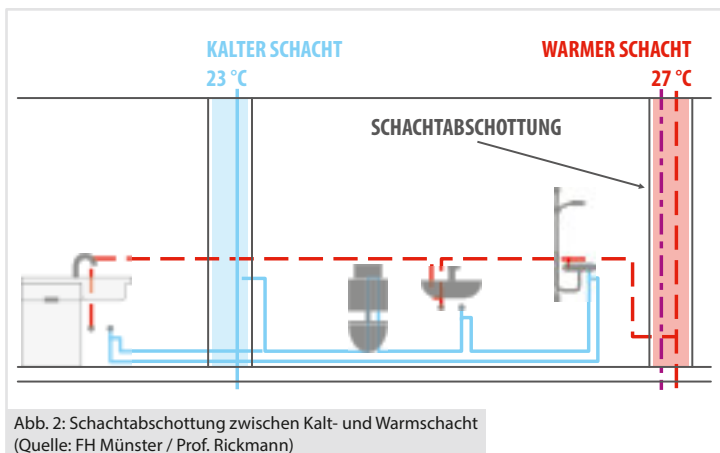

Abb. 2: Schachtabstimmung zwischen Kalt- und Warmschacht (Quelle: FH Münster / Prof. Rickmann)
wasser ist heutzutage nicht mehr wegzudenken. Durch die räumliche Trennung wie beispielsweise durch Trockenbauwände oder getrennte Schächte (s. Abb. 2) sowie durch Verlegung in unterschiedliche Räume, lässt sich mit vergleichsweise geringem Aufwand eine große Wirkung erzielen.
- Trennung in Kalt- und Warmschacht bzw. Kalt- und Warmkanal (s. Abb. 2)